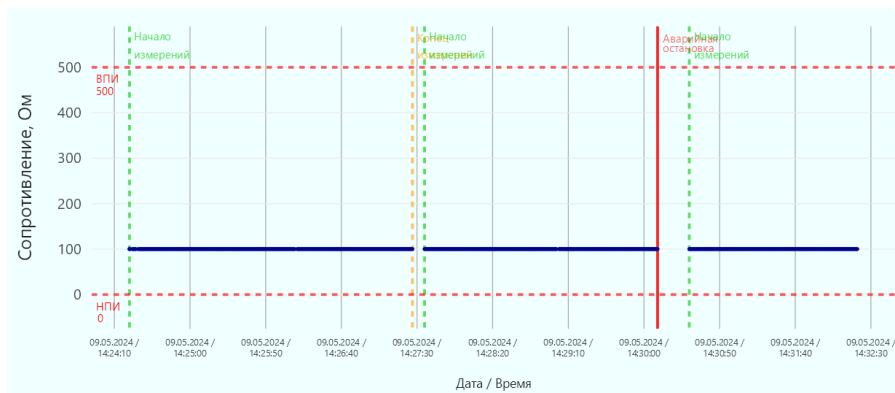

Рисунок 20 — Отметки о событиях
3.3.23 В процессе отрисовки графика, на него наносятся отметки различных событий (см. рисунок 20):